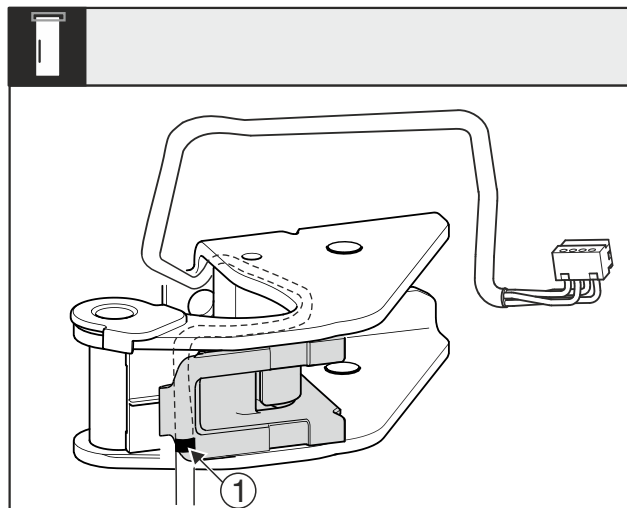

Fig. 32
- ▶ Srednja oznaka Fig. 32 (1) mora pritom biti na rubu držača kabela.